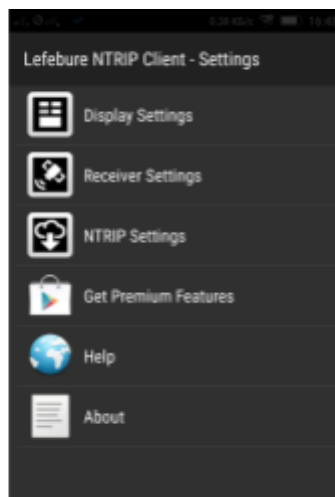
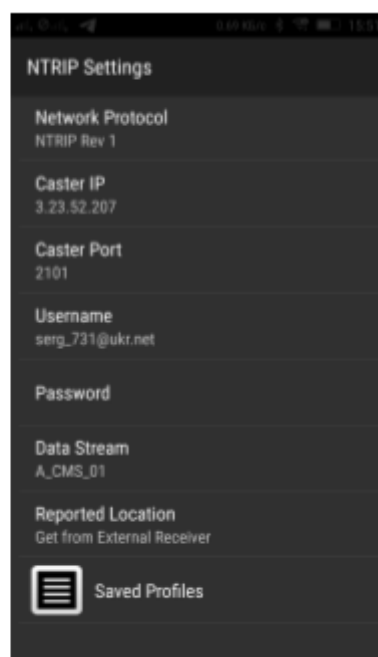

Рисунок 5
Рисунок 7
12) виконати налаштування програми, для чого торкнутися піктограми . Далі у головному меню (рисунок 5) торкнутися пункту «Receiver Setting»;
14) Повернутися до головного меню програми (Рисунок 5) і торкнутися пункту «**NTRIP Setting**». В підменю «**NTRIP Setting**» (Рисунок 7) виконати налаштування підключення до джерела поправок RTK (NTRIP Caster):